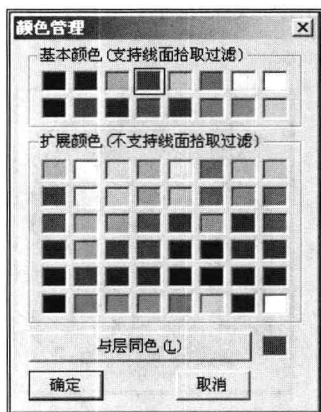

图 1-1-4 “颜色管理”对话框
2) 操作 单击菜单【设置】→【当前颜色】命令，或者直接单击  按钮，系统弹出“颜色管理”对话框，如图 1-1-4 所示，选定颜色，单击“确定”按钮完成设置。